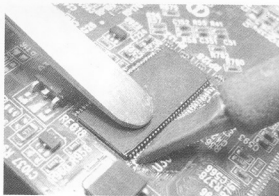

图 4-17 开始焊接
(6) 用镊子轻压芯片, 使用烙铁按照一定方向开始焊接引脚, 如图 4-17 所示。